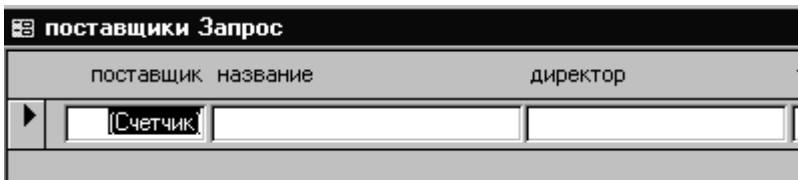

Рис. 30. Пустая запись
3.2. Ввод и удаление записей. Теперь, когда мы разработали простейшую систему для поиска и просмотра записей о поставщиках, настало время определиться, в какой из форм будет производиться ввод и удаление записей. Очевидно, эти действия, дабы избежать противоречивых ситуаций, должны производиться в ленточной форме! Почему? Предлагаем читателю подумать над этим. Откроем ленточную форму. Для ввода новой записи достаточно в поле номера записи нажать значок «Новая запись» (рис. 13). Тогда в положении «текущая» окажется пустая запись (рис. 30). Этому же эффекта можно добиться, опустив вниз до конца полосу прокрутки. Для ввода записи необходимо заполнить обязательное поле «название», так как поле «поставщик» заполняется автоматически, а остальные поля – необязательные. Если записей слишком много и Вам не хочется каждый раз пользоваться полосой прокрутки, то можно создать еще одну кнопку – «Добавление записи».